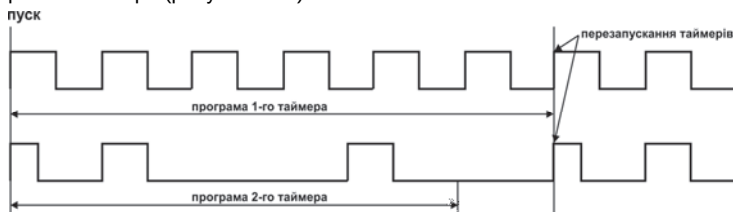

Рисунок 3.16
3.1.6.3 При « $rEst$ »=2 обидва таймери перезапускаються після закінчення виконання програми першого таймера (рисунок 3.16).